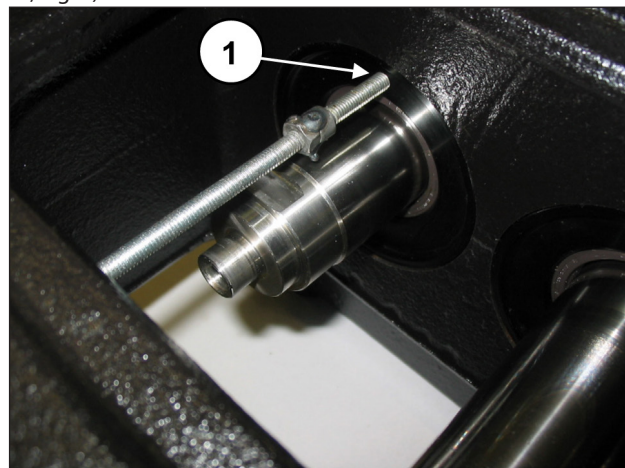
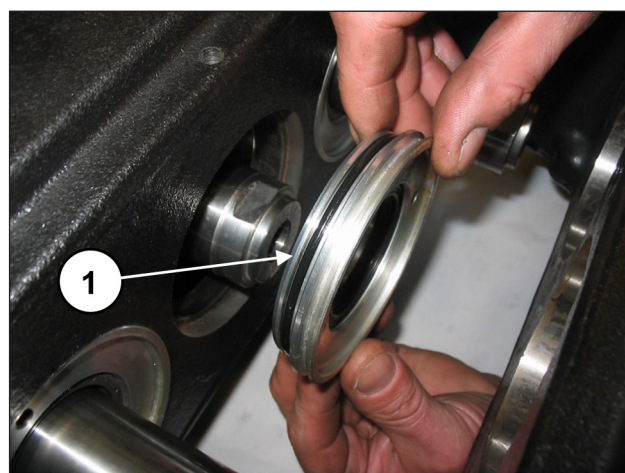

Fig. 3
Fig. 4
Aperte uma haste rosqueada ou um parafusos M6 com função de extrator nos furos adequados na tampa das juntas do óleo (pos. ①, Fig. 3) e extraia as tampas do grupo da bomba (pos. ①, Fig. 4).